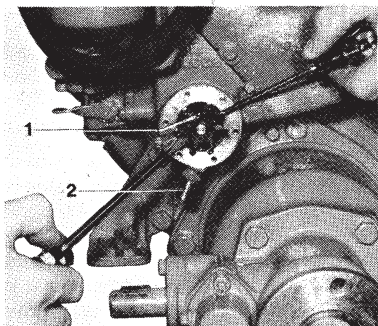

Figure 25. Démontage de la turbine de la pompe
1. Démontez le couvercle de la pompe à eau de mer. **Veillez à éviter toute pénétration d'eau éventuelle.** A l'aide de deux tournevis, sortez la turbine du corps de pompe, jusqu'à ce qu'il soit possible de dévisser la vis de fixation de cette turbine, figure 25. REMARQUE: Mettez des cales sous les tournevis pour éviter d'endommager le corps de pompe.